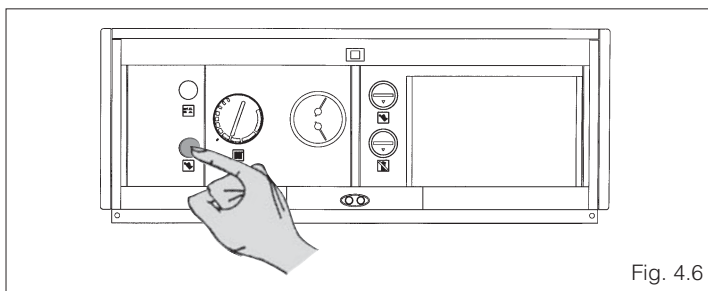

Fig. 4.6
- Esperar alrededor de 1 minuto y presionar el pulsador "desbloqueo quemador" (fig. 4.6).